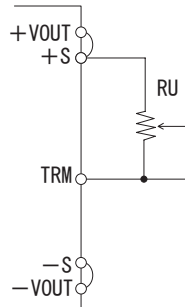

図3.7 出力電圧を高く設定する場合
(3) 出力電圧を高く設定する場合
■図3.7のように接続することで、出力電圧を高く設定することができます。